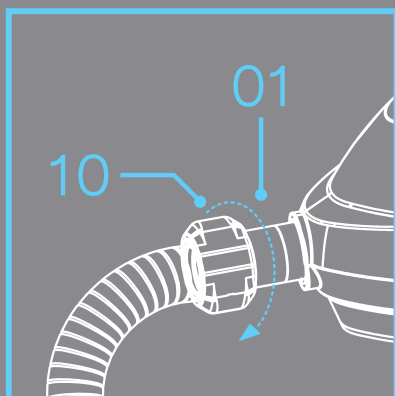

Figura 1.
Connetti l'**adattatore per guaine flessibili (10)** all'**entrata di gonfiamento (1)** e gira in senso orario per stringere (**Figura 1**).